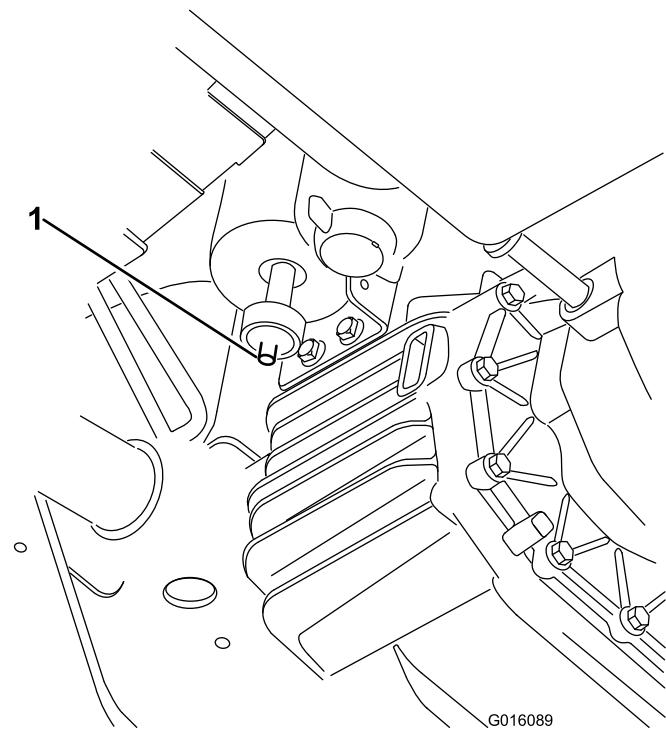

図 43
1. カーボンキャニスター下部にあるエアフィルタを探し出す図 43。